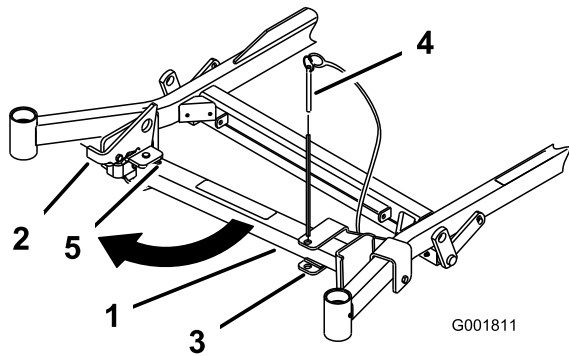
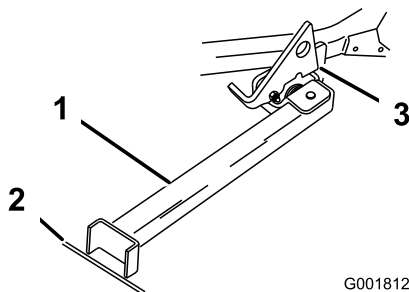

Bild 47
Bild 48
2. Nehmen Sie den Halterungsstift ab (Bild 47).
4. Drehen Sie den Ständerfuß nach vorne heraus und schieben ihn zur Maschine hin in den unteren Schlitz (Bild 47 und Bild 48).
5. Stellen Sie den Fuß auf den Boden und lassen Sie den Riegel auf der Drehzapfennase aufliegen (Bild 48).
Hinweis: Stellen Sie den Ständerfuß am besten in Risse auf Gehwegen oder in der Grünfläche (Bild 48).
7. Fahren Sie die Maschine auf den Ständer. Halten Sie an, wenn der Riegel über der Nase in die arretierte Stellung einrastet (Bild 48).
5. Stellen Sie den Ständer wieder in die Ruhestellung (Bild 47).